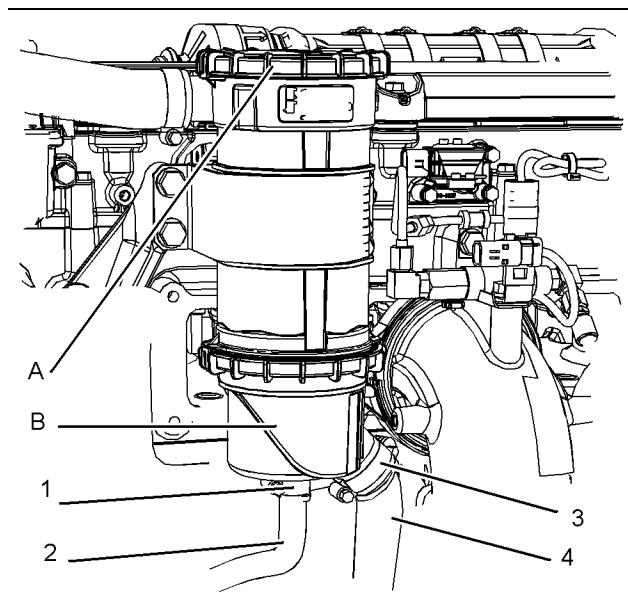

Рис. 90
1. Ослабьте зажим (1) и снимите шланг (2). Ослабьте зажим (3) и снимите шланг (4). См. рисунок 90 .
2. Снимите крышку (В) с корпуса сапуна (7). При необходимости снимите уплотнительное кольцо (8) и утилизируйте его.
3. Снимите фильтрующий элемент (6) с корпуса сапуна и утилизируйте старый фильтрующий элемент.
4. При необходимости установите новое уплотнительное кольцо (8).
5. Убедитесь в том, что новый фильтрующий элемент (6) правильно сориентирован и установите его в корпус сапуна.
7. Установите шланг (4) и надежно затяните зажим (3). Установите шланг (2) и надежно затяните зажим (1).